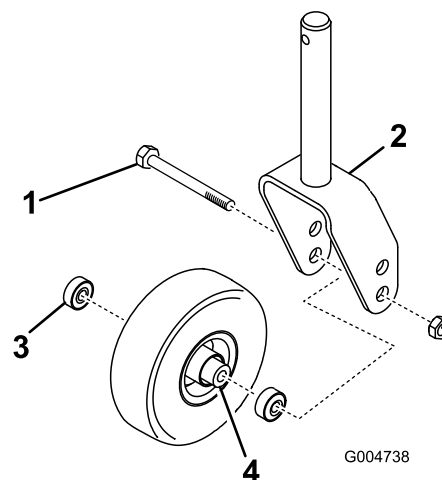
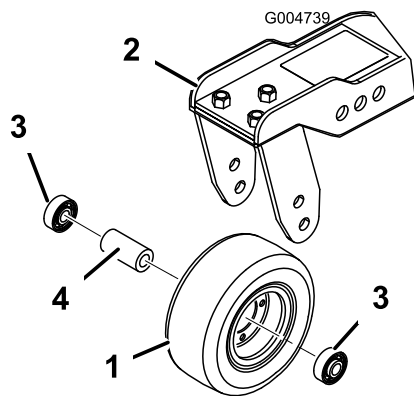

Figura 78
Figura 79
- Togliete il dado di bloccaggio dal bullone che fissa il gruppo ruota orientabile alla forcella (Figura 78) o al braccio di rotazione (Figura 79). Afferrate la ruota orientabile ed estraete la vite a testa cilindrica dalla forcella o dal braccio di rotazione.
- Togliete il cuscinetto dal mozzo della ruota e lasciate cadere il distanziale del cuscinetto (Figura 78 e Figura 79). Togliete il cuscinetto dalla parte opposta del mozzo della ruota.